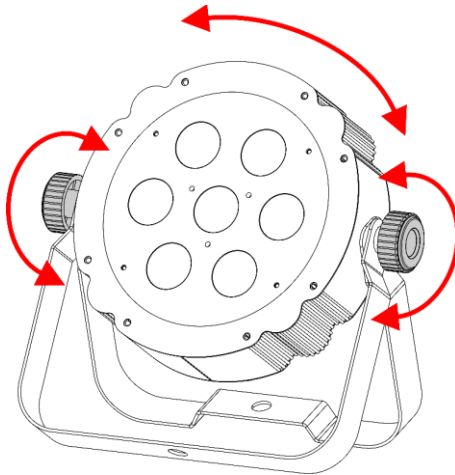

Abb. 08
- 01) Drehen Sie die **Einstellschrauben (02)** gegen den Uhrzeigersinn, um sie zu lösen.
- 02) Kippen Sie den Scheinwerfer in die gewünschte Position (Abb. 08).
- 03) Drehen Sie die **Einstellschrauben (02)** mit dem Uhrzeigersinn wieder fest. Stellen Sie sicher, dass sich der Scheinwerfer nicht frei bewegen kann, wenn die **Einstellschrauben (02)** angezogen sind.